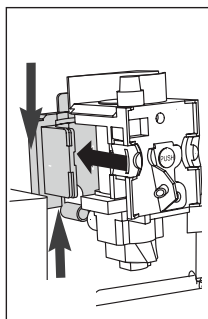

Rys. 39
- ▶ Wciśnij do środka dwa czerwone przyciski zwalniające i jednocześnie pociągnij zaparzacz do przodu (Rys. 39).